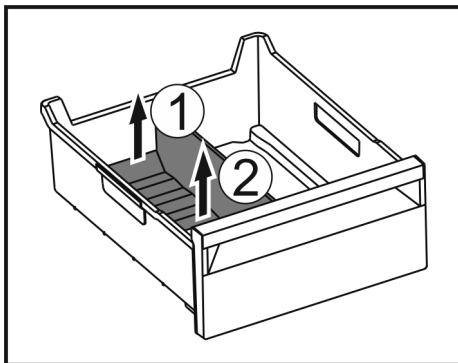

Fig. 249
- Hinteren Teil des Eisfach-Trenners anheben. Fig. 249 (1)
- Eisfach-Trenner nach oben entnehmen. Fig. 249 (2)